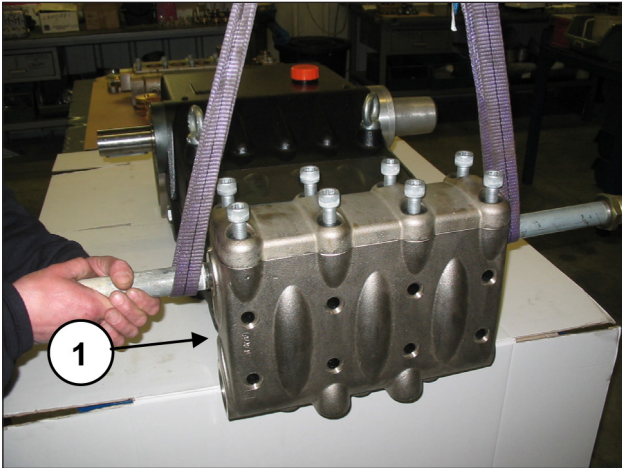
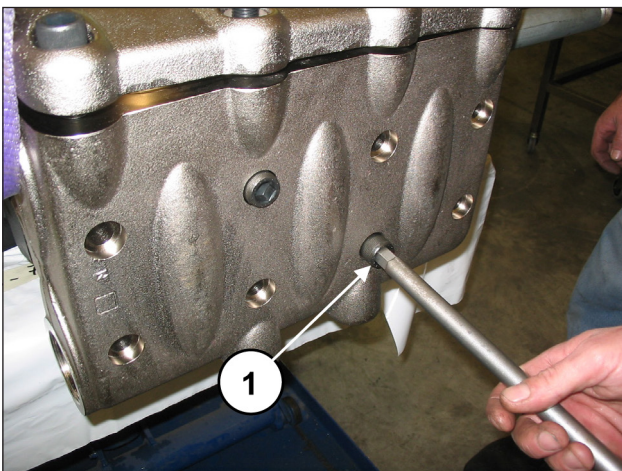

Fig. 134
Fig. 135
Monte o cabeçote no carter da bomba (pos. ①, Fig. 134), prestando atenção para não bater os pistões e soltar os oito parafusos M16x150 (pos. ①, Fig. 135).
Aperte os oito parafusos M16x150, começando com os quatro parafusos internos, de modo transversal (ver Fig. 135), para depois prosseguir com os quatro parafusos externos, sempre apertando de modo transversal